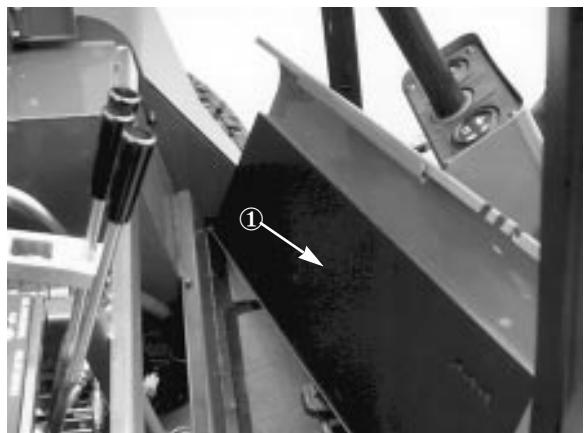

Figure 17
- Relever et déposer le panneau avant (Fig. 17).